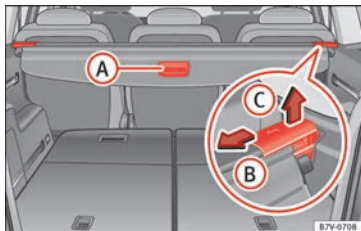

Fig. 164 Dans le coffre à bagages : plage arrière du coffre à bagages.
- Tirez légèrement la manette vers l'arrière sur la plage arrière » » **fig. 164 A**.
- Déverrouillez la plage arrière dans le sens de la flèche » » **fig. 164 B**.
- Appuyez sur la plage arrière dans le sens de la flèche » fig. 164 (B).
- Déverrouillez la plage arrière dans le sens de la flèche » fig. 164 (B), puis soulevez-la dans le sens de la flèche (C).